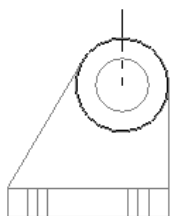

图 7.7.31 绘制圆
① 定义绘图线型。在状态栏的 下拉列表中选择 选项，在 下拉列表中选择第一个选项 。
② 选择命令。选择下拉菜单 **绘图(C)** → **线(L)** → **绘制任意线(E)...** 命令，系统弹出“直线”工具栏。
④ 绘制中心线。在“绘图视角”工具栏中单击 按钮调整构图为右视视角；分别在“自动抓点”工具栏的 文本框、 文本框和 文本框中输入值 17、65、0，并分别按 Enter 键确认；然后在“直线”工具栏的 文本框中输入值 40，按 Enter 键确认；在 文本框中输入值 90，按 Enter 键确认。
④ 单击 按钮，完成中心线的绘制。
(3) 绘制图 7.7.31 所示的圆。
① 定义绘图线型。在状态栏的 下拉列表中选择 选项；在 下拉列表中选择第二个选项 。
② 选择命令。选择下拉菜单 **绘图(C)** → **圆弧(A)** → **已知圆心点画圆(C)...** 命令，系统弹出“编辑圆心点”工具栏。
③ 定义圆心位置。分别在“自动抓点”工具栏的 文本框、 文本框和 文本框中输入值 17、65、0，并分别按 Enter 键确认。
④ 设置圆参数。在“编辑圆心点”工具栏的 文本框中输入值 46，按 Enter 键确认。
⑤ 单击 按钮，完成圆的绘制。